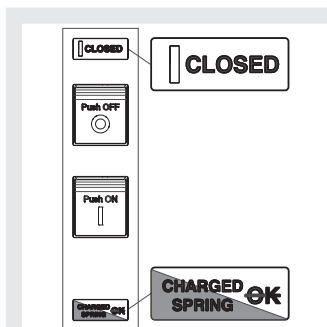

Figura 35
4. Interruttore chiuso con molle cariche e non pronto alla chiusura (vedi Figura 35). Questa stato si verifica quando dopo la chiusura (vedi passo 4 - Manovre apertura/chiusura manuale interruttore) le molle vengono ricaricate manualmente o automaticamente dal motoriduttore (se previsto).